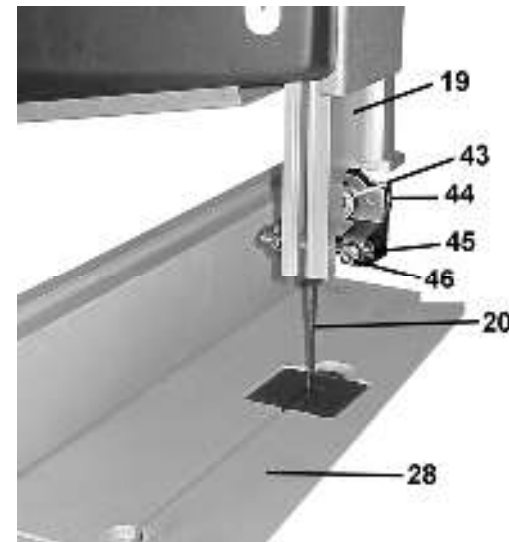

Рис. 8
11.6. Регулировка нижней и верхней направляющих пильной ленты (Рис.8, 9)